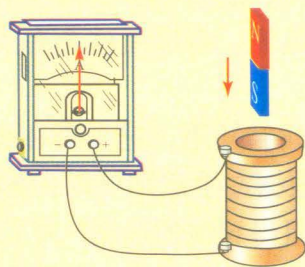

图 1-4-10
2. 如图1-4-10所示, 将条形磁铁插入螺线管中, 回路中产生了感应电流, 使电流表指针偏转. 这时螺线管中的电流产生磁场, 试判断电流表指针的偏转方向.